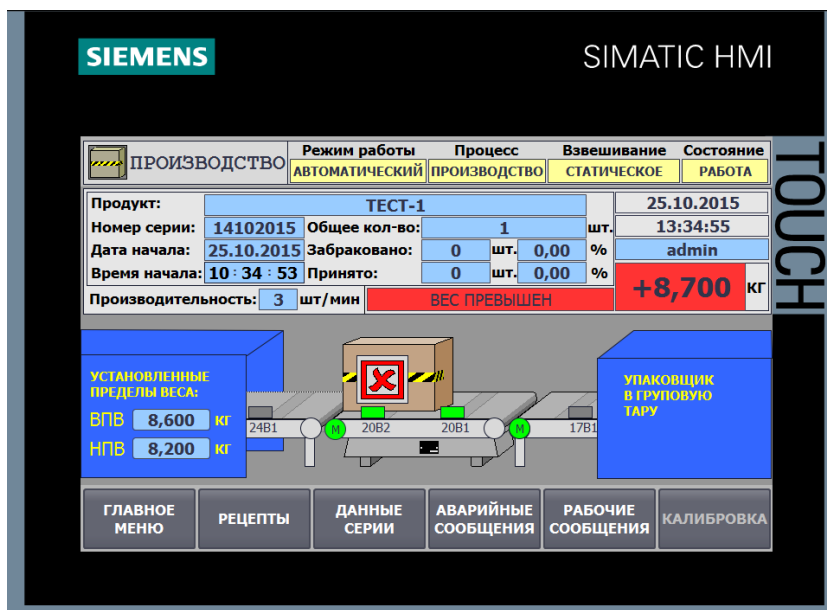

Рис.50
- «ВЕС ПРЕВЫШЕН» - если «НПВ < РЕЗУЛЬТАТ > ВПВ» (рис.50).